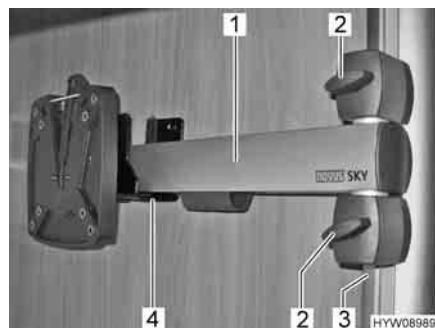

Fig. 9 Braccio snodato per schermo piatto
- Svitare le viti ad aletta (Fig. 9,2).
- Spingere il braccio snodato (Fig. 9,1) nella guida (Fig. 9,3) e inserirlo (Fig. 9) nel supporto (Fig. 9,4).